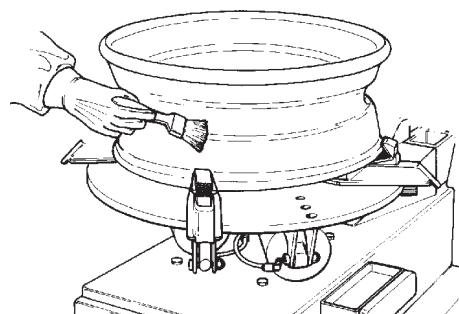

Fig. 4.2-1
**A.** Nettoyer toute la surface de la jante (Fig. 4.2-1).